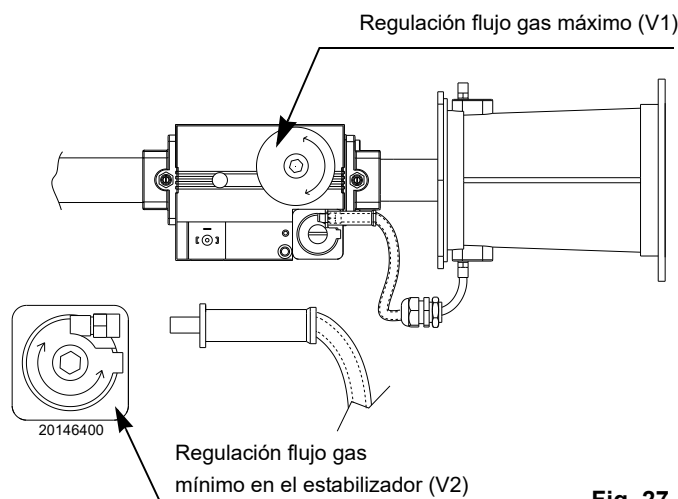

Fig. 27
- para aumentar el caudal de gas y el CO2: girar el tornillo V1 hacia el signo "+" (Fig. 27);
- para reducir el caudal del gas y el CO2: girar el tornillo V1 hacia el signo "-" (Fig. 27).
- para aumentar el caudal de gas y el CO2: girar el tornillo V2 hacia el signo "+" (Fig. 27);
- para reducir el caudal del gas y el CO2: girar el tornillo V2 hacia el signo "-" (Fig. 27).